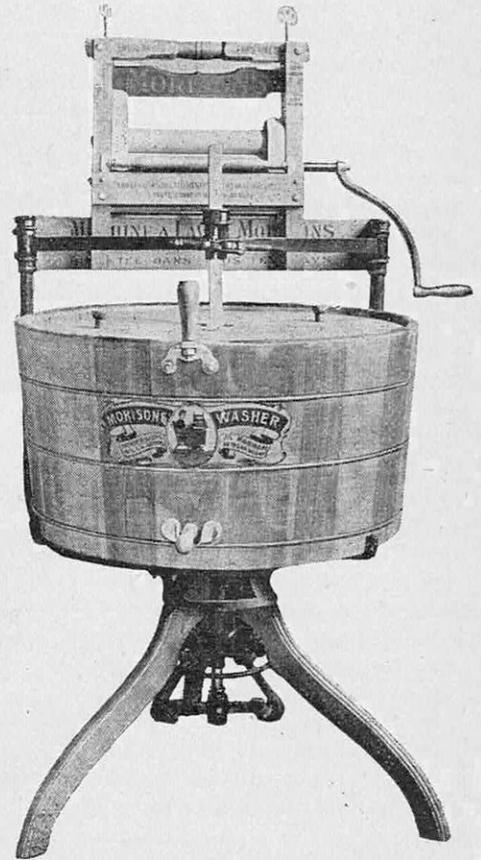

FIG. 3. — LAVEUSE À COMPRESSION « MORISONS »
*La machine à succion ou à compression.* — La « Morisons » est une machine à laver à mouvement de va-et-vient et de montée et de descente, dans laquelle la cuve mobile presse le linge contre un disque perforé fixe (fig. 3, 4 et 5). Il n'y a, à l'intérieur